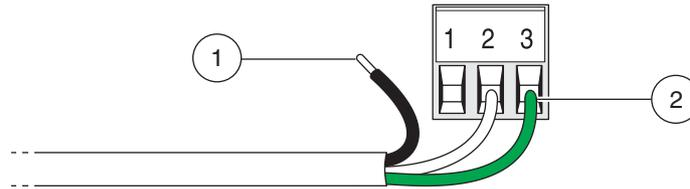

Abbildung 14 Richtige Verkabelungsvorbereitung und -einführung.
- 1.3 Ziehen Sie die äußere Isolierung der einzelnen Drähte auf einer Länge von ¼" (ca. 0,6 cm) ab. Siehe Abbildung 14 auf Seite 28.
- 2.3 Ummantelung der einzelnen Drähte auf 1 cm (¼ Zoll) Länge abisolieren. Siehe Abbildung 14.
- 4.3 Führen Sie das Drahtende soweit in den Steckverbinder ein, dass die Isolierung am Steckverbinder anliegt. Siehe Abbildung 14. (Die Ummantelung darf nicht unter der Andruckplatte der Klemme zu liegen kommen.)
3.3 Ummantelung der einzelnen Drähte auf 1 cm (1/4 Zoll) Länge abisolieren. Siehe Abbildung 14.
6.3 Führen Sie die Drahtenden in den Verbinder ein (s. folgende Tabelle), bis die Isolierung am Verbinder anliegt, wie in Abbildung 14 gezeigt. (Die Ummantelung darf nicht unter der Andruckplatte der Klemme zu liegen kommen.)